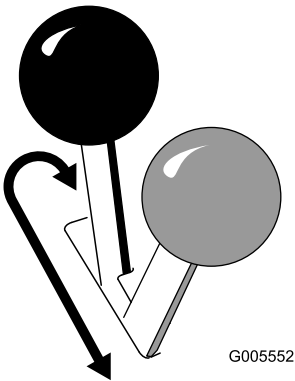

Figure 13
- Pour serrer le frein de stationnement, poussez le levier en avant et à gauche, puis tirez-le en arrière (Figure 13).
- Pour desserrer le frein, poussez le levier en avant et à droite dans le cran (Figure 13).